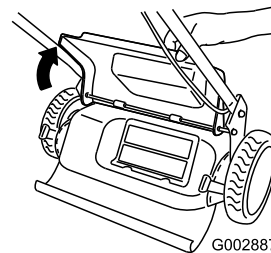

Figure 29
4. Soulevez le volet arrière et gardez-le dans cette position (Figure 29).